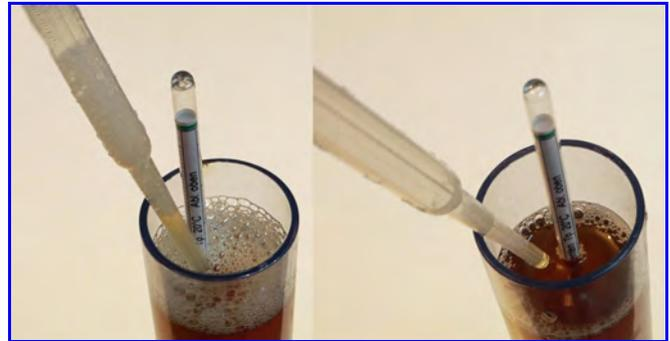

Abb. 4. Bierwürze spindeln ohne Schaum.
- **Schaumentfernung** nach/vor dem Einfüllen in den Standzylinder: nach: am einfachsten durch Absaugen mit einer PET-Pasteurpipette (Abb. 4); vor: auch mittels Filtration durch einen Kaffeefilter möglich
B: Plato-Skala: bei der Bierspindel Abb. 4 ist der Vermerk “Abl. oben” zu finden → von oben ablesen, Wert = 3.2°P (= SG 1013)